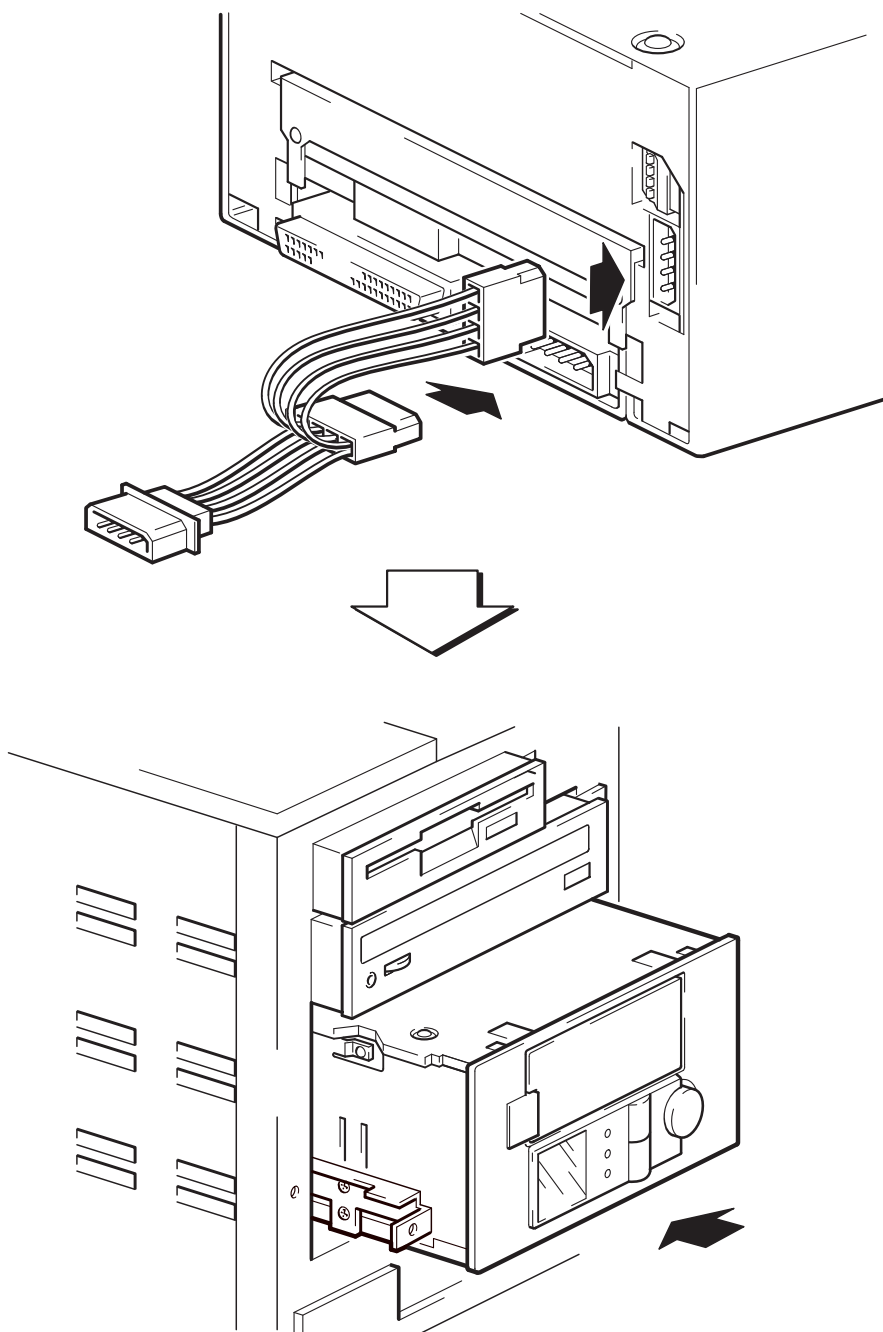

図 8: Y ケーブルの接続とデバイスの取付け
- 1 Y ケーブルのメスの電源コネクタを、図 8 に示しているように、オートローダの 2 つの電源ソケットに取り付けます。
- 2 図 8 で示しているように、空いているベイのロットにトレイまたはレールを合わせるようにして、オートローダを差込みます。